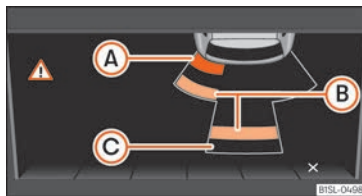

Fig. 145 Indicación del OPS en pantalla
El gráfico mostrado representa las zonas supervisadas en varios segmentos. A medida que el vehículo se acerca a un obstáculo, más se acerca el segmento al vehículo representado » **fig. 145 (A) o (B).** A más tardar, cuando se muestra el penúltimo segmento, se ha llegado a la zona de colisión. ¡Deténgase!